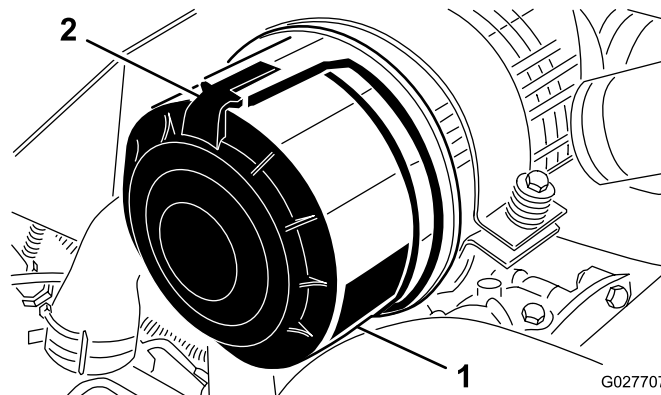

Figura 62
1. Rilasciate i fermi che fissano il coperchio del filtro dell'aria al relativo corpo (Figura 62).